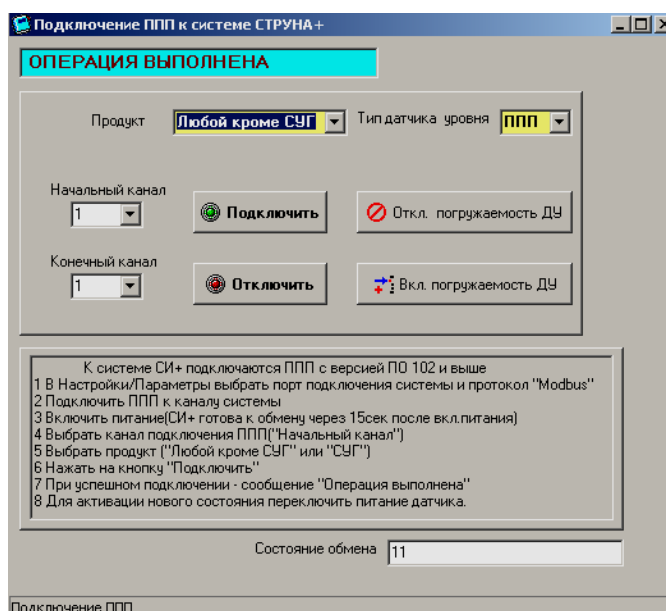

Рисунок 7.31
7.4.3.3 Нажать на кнопку «Подключить». При этом на верхнем табло появится надпись «ЖДИТЕ!!!» и при успешном выполнении подключения – «ОПЕРАЦИЯ ВЫПОЛНЕНА» (рисунок 7.31).